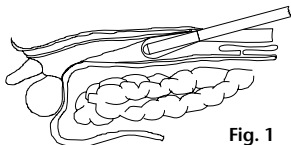

Fig. 1
2. Eventualmente applicare un lubrificante sterile sull'estremità distale e introdurla, usando un metodo a cielo aperto, tra gli strati di tessuto che si desidera separare. Sia durante l'introduzione del sistema palloncino che nel corso dell'intervento prestare attenzione che il palloncino non venga danneggiato da altri strumenti. (Fig. 1) In alternativa, all'inizio della procedura è anche possibile sostituire l'otturatore smusso del sistema palloncino dilatatore PAJUNK® (bilaterale) con un endoscopio, in modo da eseguire sotto visione anche l'introduzione. Prestare attenzione che all'introduzione dell'endoscopio non venga esercitata una pressione eccessiva, in modo da evitare di danneggiare il palloncino.